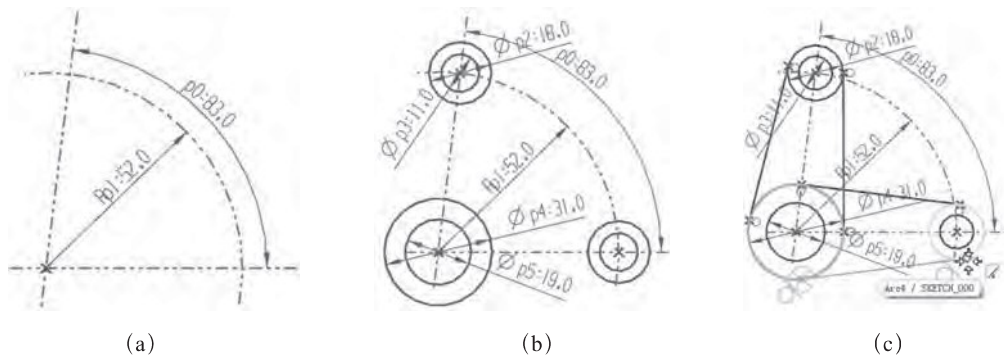

图 2-47 基准线、圆和共切线的绘制过程
✧ 如图2-47 (a) 所示，完成基准线绘制并驱动尺寸，将图线转为参考。
✧ 分别以三个交点为圆心，各个圆心上绘制两个同心圆，对直径相同的圆设置几何约束为“等半径”，驱动尺寸，如图2-47 (b) 所示。
- ✧ 绘制共切线，如图2-47 (c) 所示，捕捉方式使用“线上的点”。